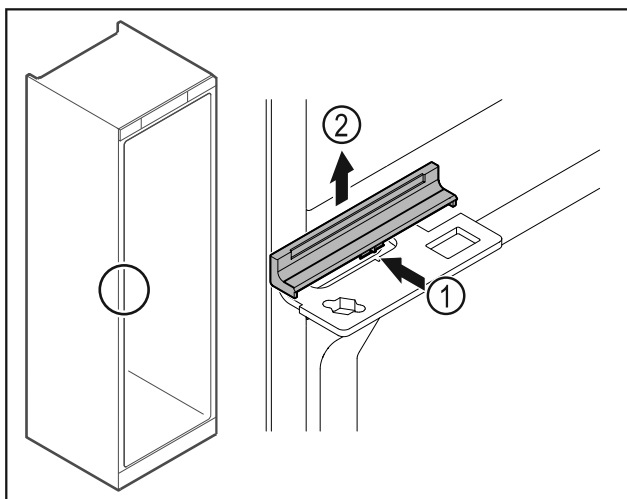

Fig. 43
- ▶ Lagano pritisnite poklopac Fig. 43 (1) na sredini i skinite ga prema gore Fig. 43 (2).